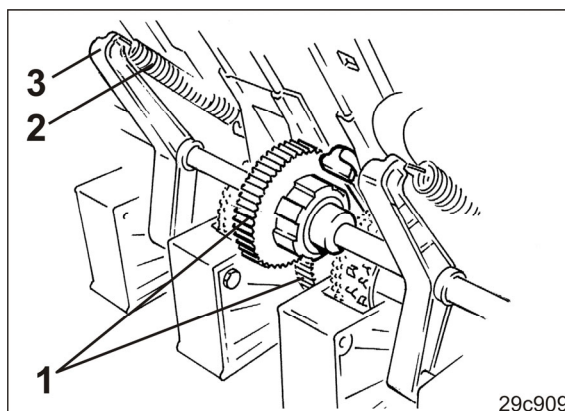

Рис. 131
15. Приведите в зацепление зубья (Рис. 131/1) пружинной петли кольца сцепления и зубчатого колеса высевного вала.
16. Навесьте натяжные пружины (Рис. 131/2) на поворотные подшипники (Рис. 131/3).